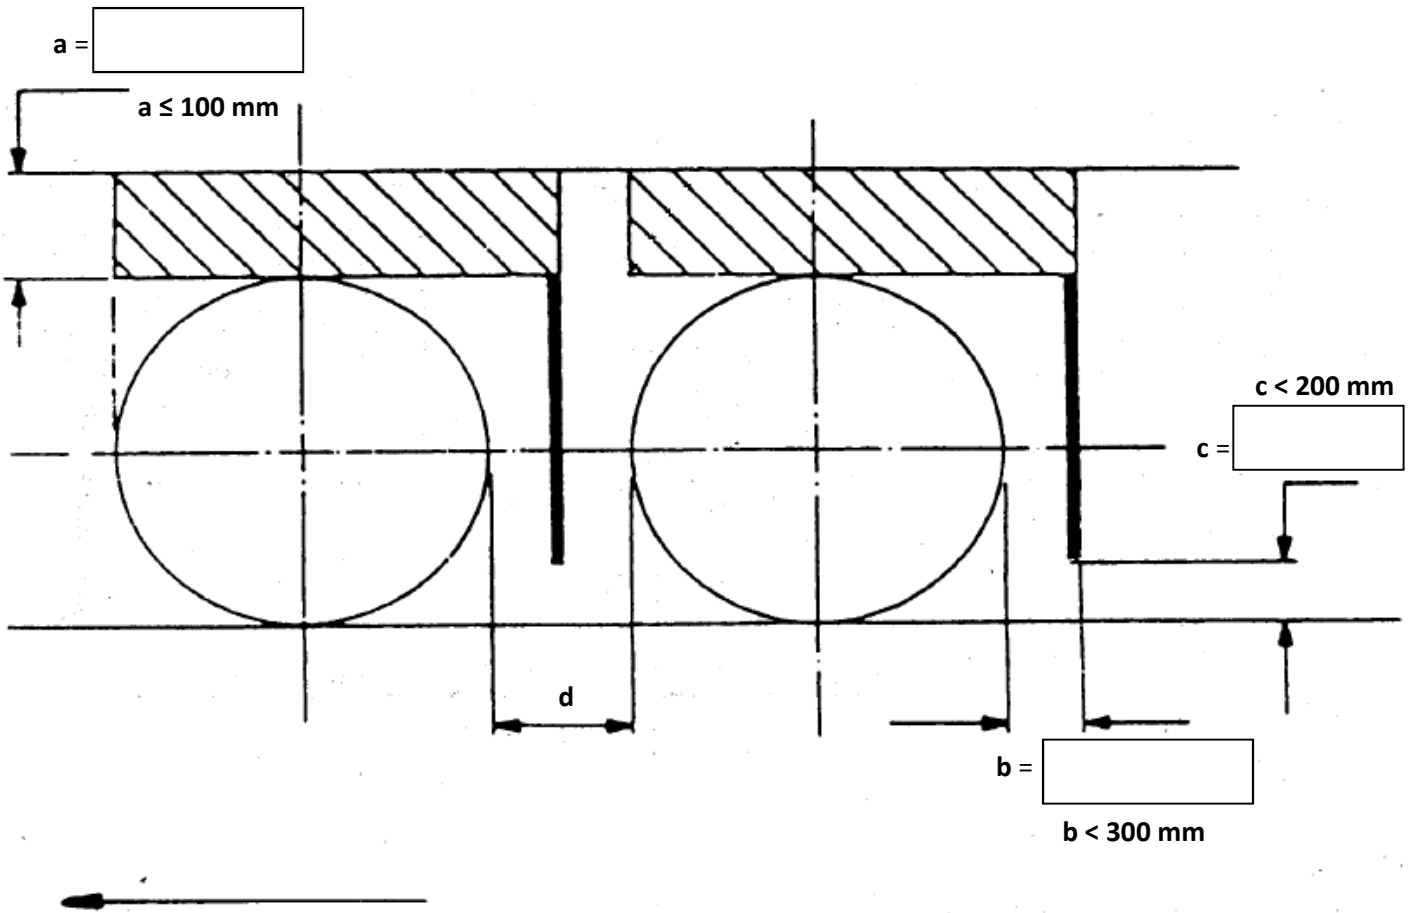

Figura 6
**CASO B con ejes múltiples: figura 6**